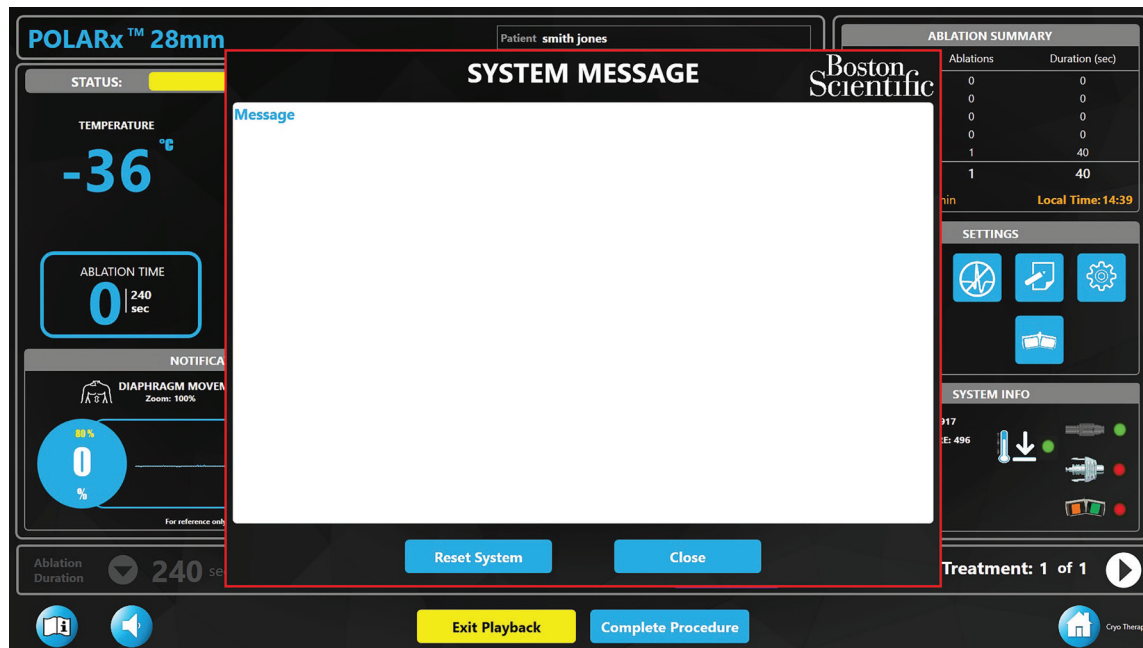

Abbildung 23: Systemmeldung gelöscht
- Die Schaltfläche **Close** (Schließen) drücken, um das Fenster **System Message** (Systemmeldung) zu schließen (siehe Abbildung 23).